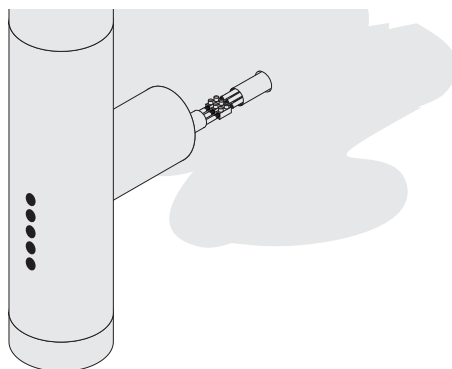

Рис.20
5.2.6. Соедините провода полотенцесушителя с проводом из стены с помощью клеммных колодок (рис. 20).